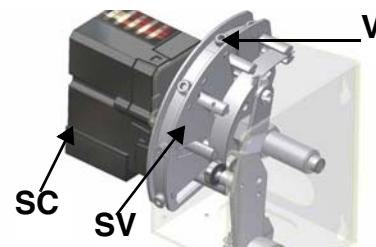

Рис. 27
- 11 в режиме большого пламени и с сервоприводом в положении 90° найти винт **V** варьируемого сектора **SV** (Рис. 27), соответствующий подшипникам, которые скользят по пластинке и соответствуют положению сервопривода
и анализы уходящих газов через штуцеры по отбору давления. При недостатке или избытке воздуха воздействовать на винты **V** варьируемого сектора (Рис. 27) в соответствии с точкой регулирования воздуха в режиме малого пламени (откручивая - расход увеличивается, закручивая - расход уменьшается).